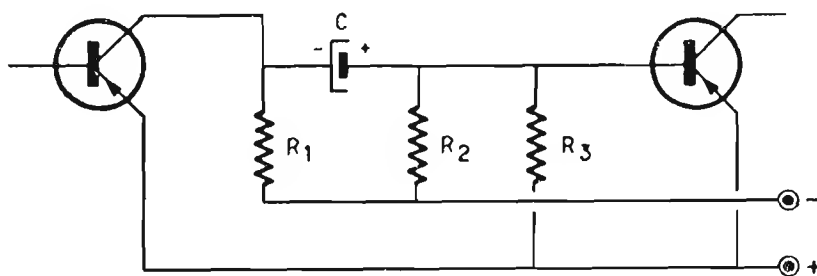

Fig. 90 - Collegamento per resistenza-capacità.
*Cur.* - Poichè i circuiti ibridi vi ripugnano, converrà passare senz'altro all'amplificatore a resistenza-capacità, che nella sua forma più pura è rappresentato nello schema che qui vi mostro (fig. 90).
Fig. 91 - Identico schema della fig. 90, ma presentato in modo da mettere in evidenza il divisore di tensione costituito dal condensatore d'accoppiamento  $C$  e le resistenze  $R_2$  e  $r_e$  in parallelo. La resistenza interna della sorgente è trascurabile.